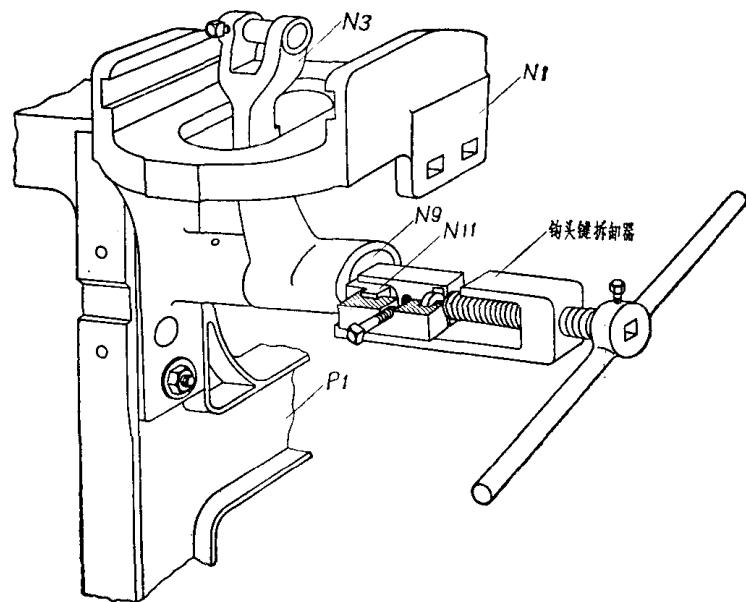

图 1 钩头键的拆卸法
6. 拆卸推梭臂 N3 时，可用钩头键拆卸器夹住键 N11 的钩头，把键拉出（如图 1 所示）。键拆下后，仍旧同拆下的推梭臂 N3 及推梭轴 N9 装在一起，但不要敲紧；